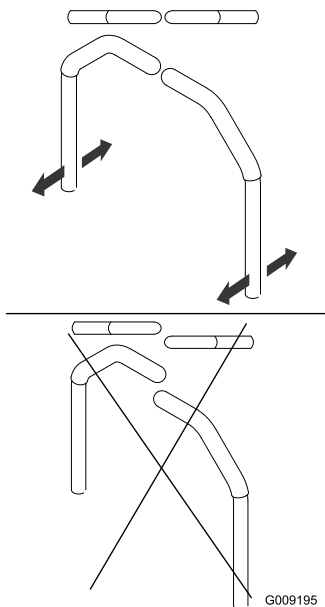

Bild 88
4. Fluchten Sie die Hebel in Längsrichtung aus. Bringen Sie die Hebel zuerst in der NEUTRAL-Stellung zusammen und schieben Sie die Hebel dann so lange, bis sie ausgefluchtet sind. Ziehen Sie dann die Schrauben an (Bild 88).